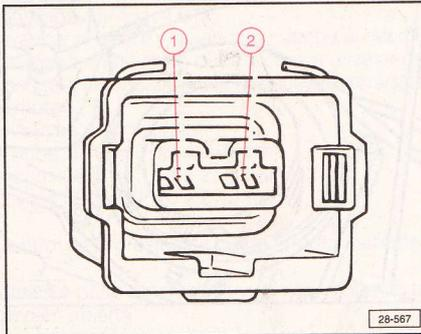

Fig. 4.69
Conectar a masa (-) el contacto (2) (Fig. 4.69) (conductor de color verde/blanco al borne W del termointerruptor cronométrico) con ayuda de los conductores auxiliares de V.A.G 1594.
NOTA.- No hay que conectar a masa el contacto (1) (Fig. 4.69) (conductor rojo/negro al borne G
Conectar a masa (-) el contacto (2) (Fig. 4.69) (conductor de color verde/blanco al borne W del termostato cronométrico) con ayuda de los conductores auxiliares de V.A.G 1594.
NOTA.- No hay que conectar a masa el contacto (1) (Fig. 4.69) (conductor rojo/negro al borne G del termostato cronométrico) ¡Peligro de cortocircuito!
El enchufe del termostato cronométrico está desconectado, y el contacto 2 (Fig. 4.69) (para el borne W del termostato cronométrico) está conectado a masa (-) por medio de un conductor auxiliar de V.A.G 1594.